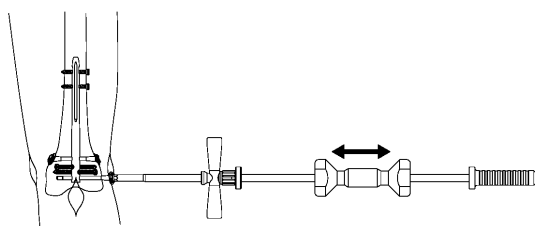

図4
- 4) シャフトスクリューが固着している場合は、顎部用シャフト SW 抜去レンチのつまみ後端にネイル抜去器を接続し、ハンマーをスライドさせて軽く衝撃を与えながら、スクリューを抜去します。(図4) **必ず顎部用ロックナットを抜去してから抜去器と接続して下さい。**